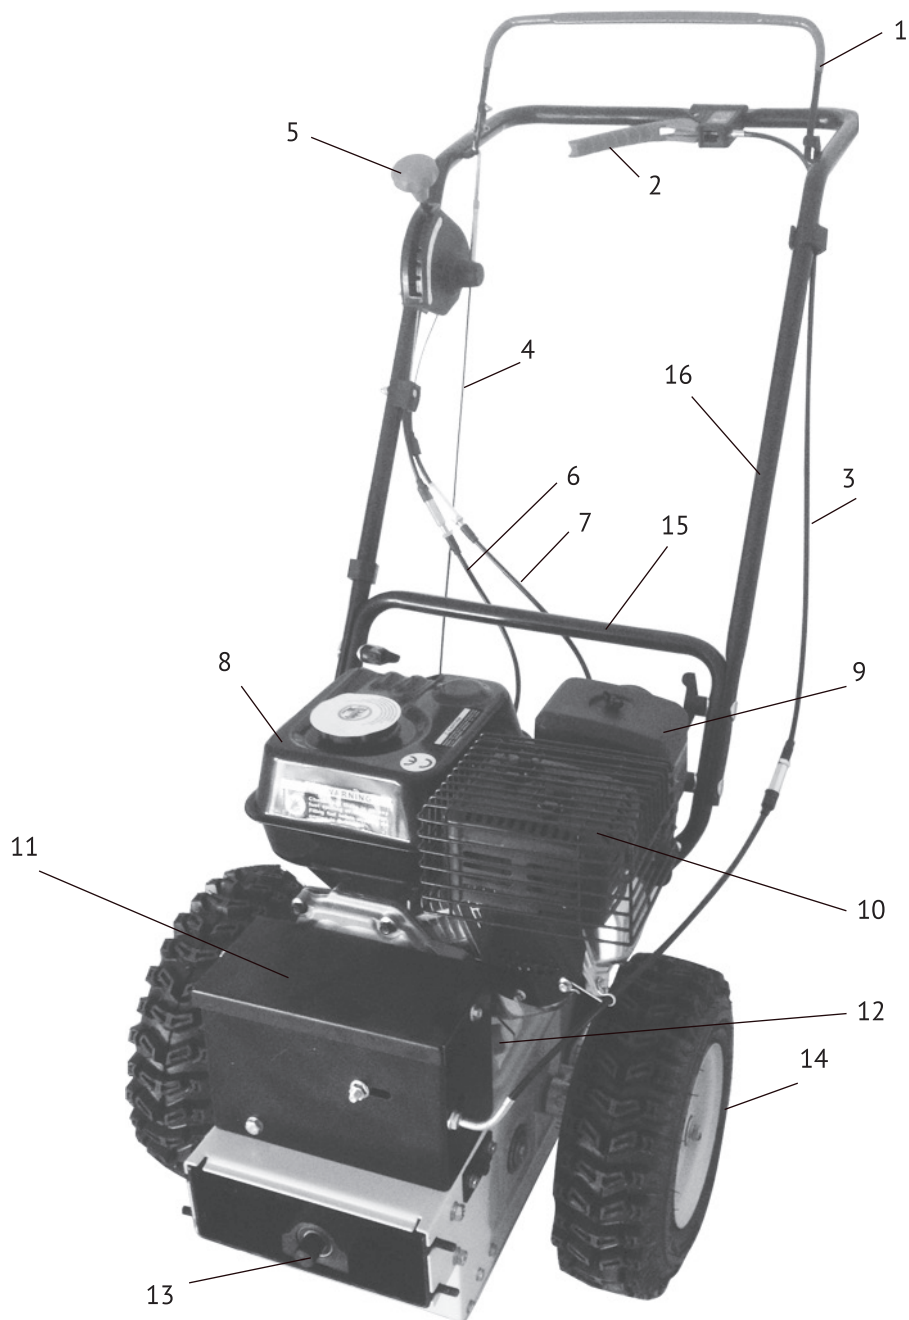
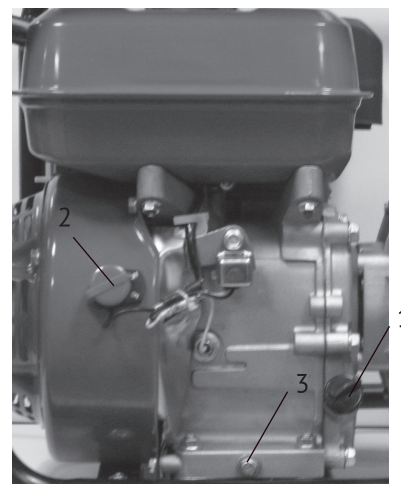

рис. 1
рис. 3
Общий вид машины схематично представлен на рис. 1
6.1.1 Выкрутите щуп из маслозаливной горловины (рис. 1 поз.12, рис.3 поз.1) и залейте в картер масло соответствующего типа до нижнего края горловины. Для удобства эксплуатации маслозаливная горловина расположена с обеих сторон двигателя. Вставьте сухой
Рычаги привода колёс и управления валом отбора мощности (рис.1 поз.1, 2) должны прижиматься к ручке управления (рис. 1 поз. 16) без чрезмерных усилий.
- проверьте работу рычагов привода колёс и управления валом отбора мощности (рис.1 поз.1, 2). Рычаги должны полностью прижиматься к ручке управления. Если этого не происходит, значит, трос перетянут, и его необходимо ослабить. В свободном состоянии при максимальном верхнем положении, рычаги должны доходить до упора. Тросы приводов должны быть в натянутом состоянии. Не допускайте чрезмерного натяжения тросов. Если необходимо, то отрегулируйте натяжение троса.
6.4.1 Переведите выключатель зажигания (рис.3 поз.2) в положение «ON».
6.5.2 Переведите выключатель зажигания (рис.3 поз.2) в положение «OFF».
Внимание! Перед переключением скорости отпускайте рычаг привода колёс (рис.1 поз.1) и рычаг управления валом отбора мощности (рис.1 поз.2).
Для изменения скорости и направления движения используйте рычаг переключения скоростей (рис.1 поз.5):
Установите нужную скорость, прижмите и удерживайте рычаг привода колёс (рис.1 поз.1). Машина начнёт движение.
Прижмите и удерживайте рычаг управления валом отбора мощности (рис.1 поз.2). Включится система работы вала отбора мощности.
7.4.1 На прогревом до рабочей температуры двигателя выкрутить пробку для слива масла в нижней части картера, под сливным отверстием (рис.3 поз.3) разместите вспомогательную ёмкость. После прекращения истечения масла установите пробку на штатное место и затяните. Залейте масло в горловину, удалив пробку - щуп (рис.3 поз.1) до нижнего края заливного отверстия. Проверьте уровень масла.